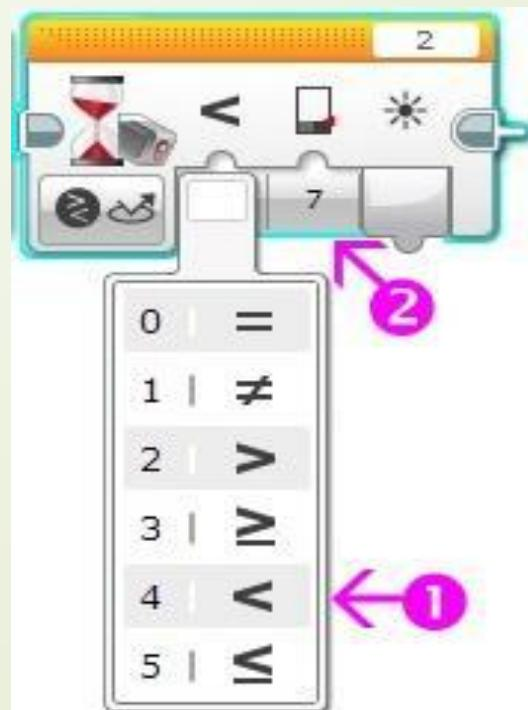

Рис. 14
- Необходимо также настроить параметры программного блока "Ожидание". Параметр "**Тип сравнения**" (Рис. 14 поз. 1) может принимать следующие значения: "**Равно=0, "**Не равно=1, "**Больше=2, "**Больше или равно=3, "**Меньше=4, "**Меньше или равно=5. В нашем случае установим "**Тип сравнения**" в значение "**Меньше**". Параметр "**Пороговое значение**" установим равным **7** (Рис.14 поз. 2).************